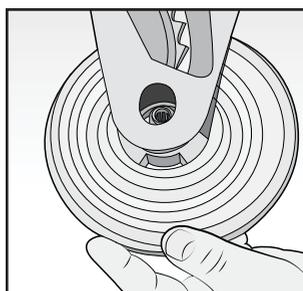

Fig. 7
Inserire la lama desiderata, lama per affettare (M), lama per taglio a julienne (L) o la lama per bastoncini (N) sul disco porta lama (I). Il perno del disco porta lama deve entrare nel foro centrale presente sulla lama (Fig. 7). Premere la lama sul disco porta lama (Fig. 7a).